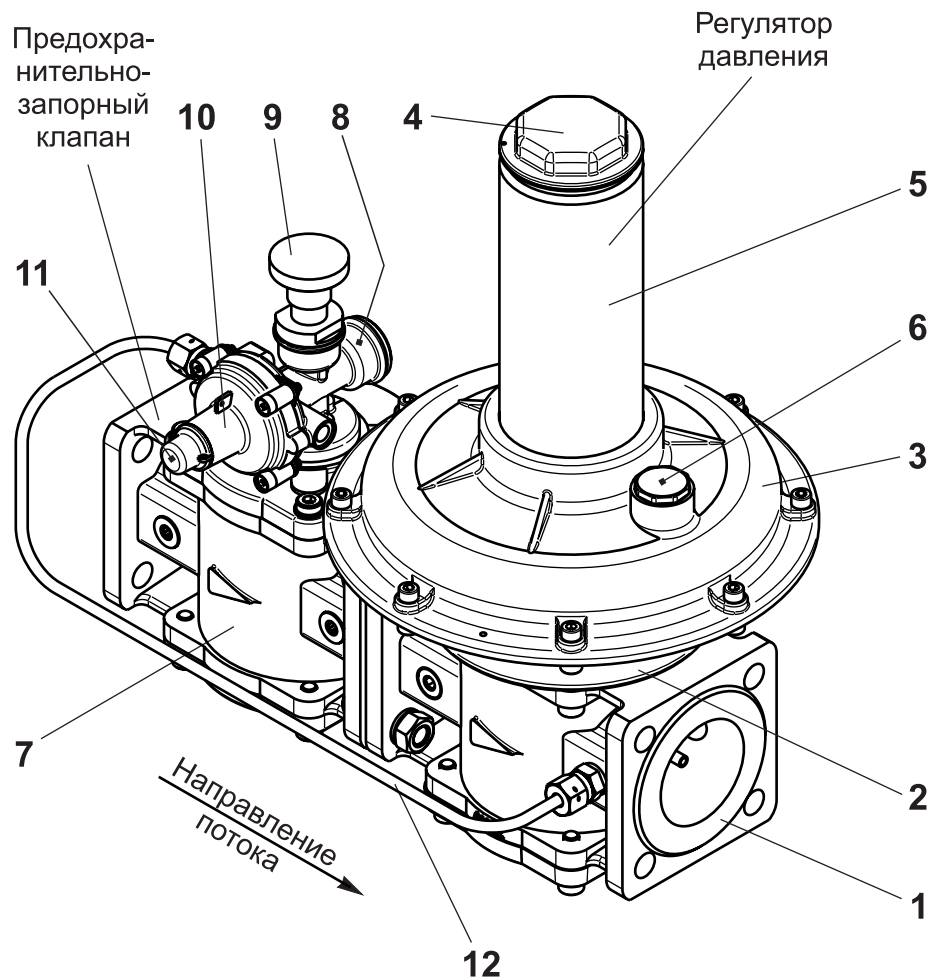

Рис. 1
2.1 Комбинированный регулятор конструктивно состоит из трех устройств (рис. 1, 2):